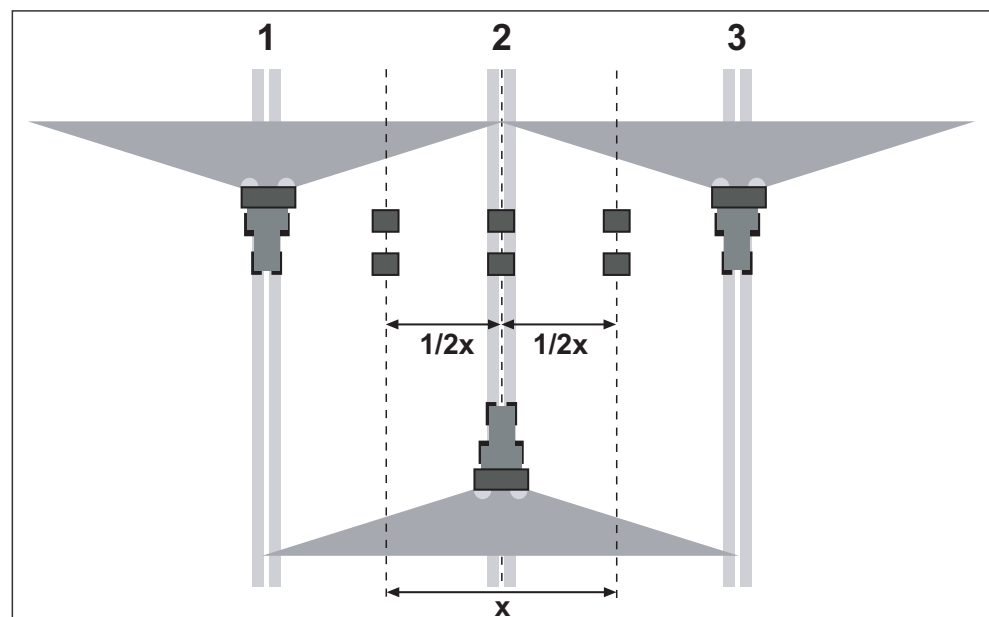

Imagen 7.24: Disposición para tres pasadas
- Colocar dos bandejas colectoras a una distancia de **1 m** una detrás de otra en las zonas de solapamiento y en el carril central (según imagen 7.24).